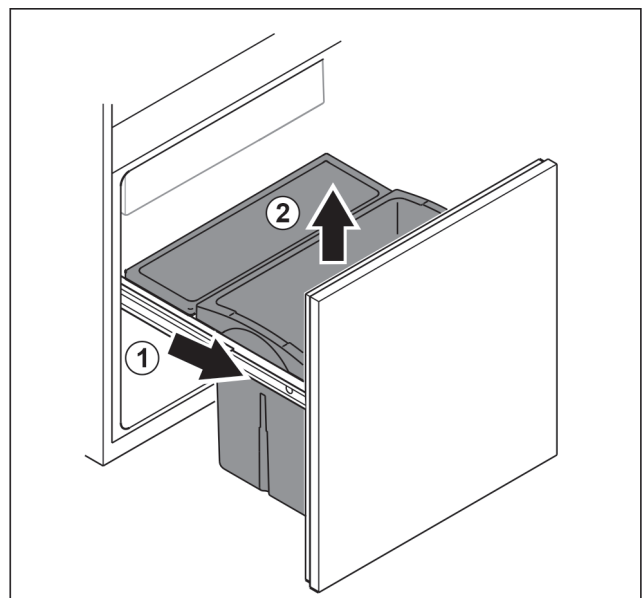

Fig. 100
- ▶ Uitschuifwagen tot de aanslag eruit trekken. Fig. 100 (1)
- ▶ Lade naar boven toe verwijderen. Fig. 100 (2)